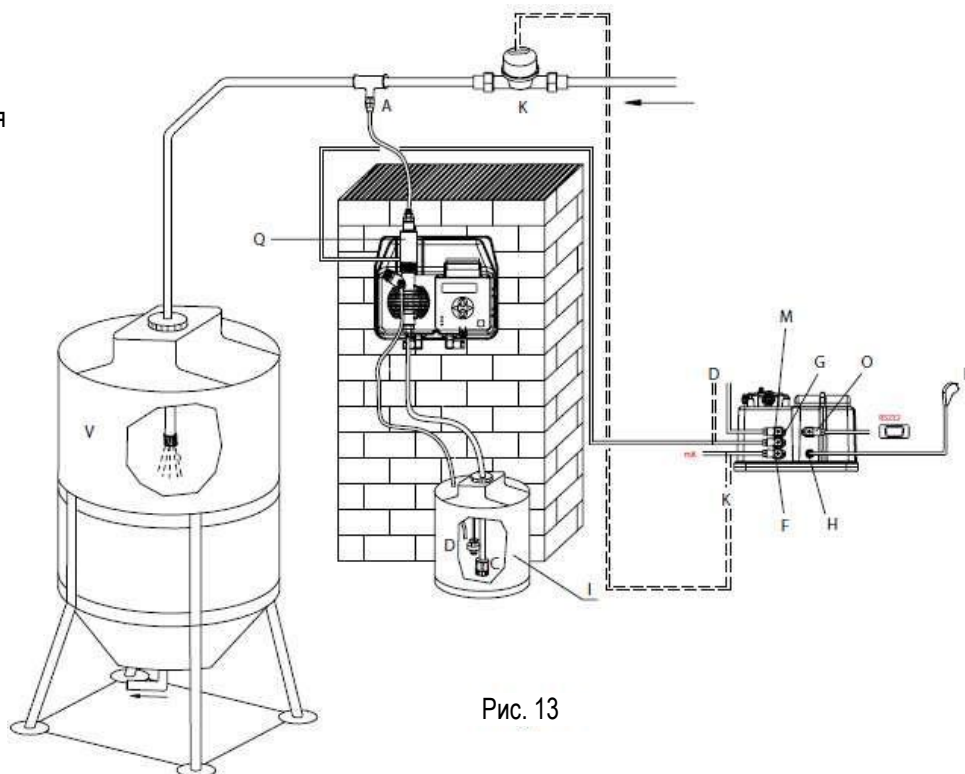

Рис. 13
6.4. ЗВИЧАЙНИЙ ВАРІАНТ УСТАНОВКИ (Рис.13, 14)